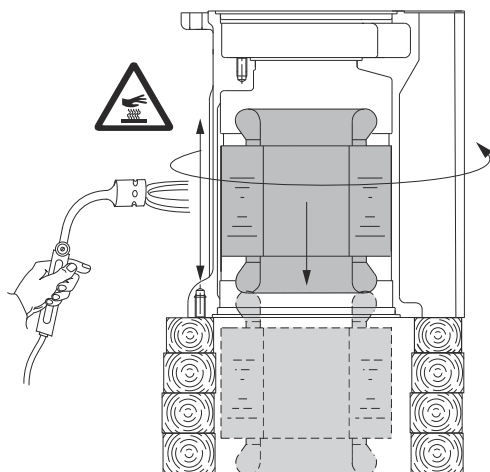

Рис. 6 Нагревание корпуса статора для демонтажа статора
9. Закрепите корпус статора в перевернутом положении, как показано на рис. 6.